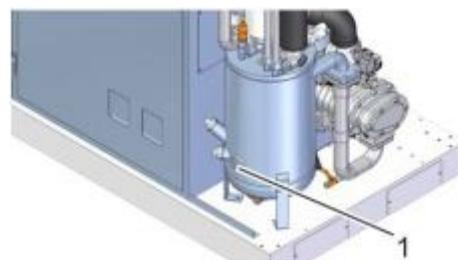

Рис. 33: Пробка наливного отверстия
5. ➤ Ослабьте пробку наливного отверстия (Рис. 33/1), осторожно откройте, не потеряв уплотнительное кольцо.